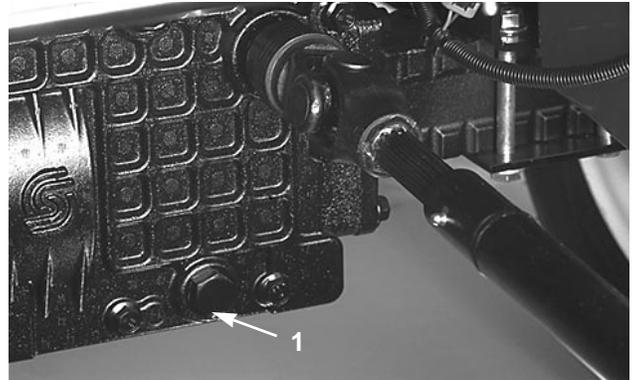

Fig. 26
CAMBIO OLIO E FILTRO DELL'IMPIANTO IDRAULICO (Fig. 26 e 27)
3. Togliere il tappo di spurgo dalla sede dell'assale e lasciare che l'olio scorra nella bacinella (Fig. 26).
6. Montare il tappo di spurgo nella sede dell'assale (Fig. 26).